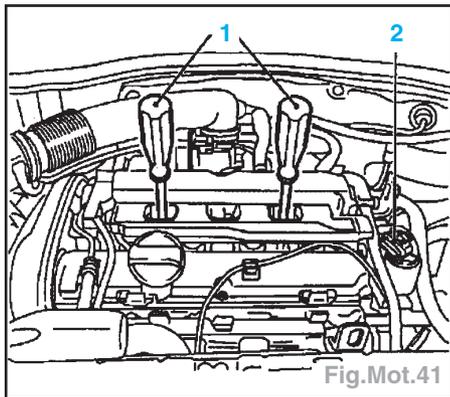

Fig.Mot.41
- Débrancher la fiche de faisceau (2).
- Extraire le module à l'aide des outils KM-6009 (1) (Fig.Mot.41).
- Débrancher la fiche de faisceau (2) et extraire le module à l'aide des outils KM-6009 (1) (Fig.Mot.41).